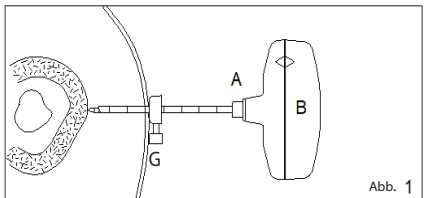

Abb. 1
ABB. 1 Für eine visuelle Hilfestellung richten Sie die Tiefenlehre (G) je nach Tiefe des zu erreichender Knochens an der Schneidekanüle (A) auf die entsprechende Zentimetermarkierung aus und ziehen sie fest. Führen Sie die Schneidekanüle mit angebrachtem Mandrin mit Trokarspitze (A+B) durch Drehen gegen den Uhrzeigersinn so weit ein, bis sie auf die Knochenoberfläche treffen. Hinweis 1: Zum Schutz des Weichgewebes muss während der Einföhrung durch das Weichgewebe eine Drehung gegen den Uhrzeigersinn vorgenommen werden. Hinweis 2: Nach Überprüfen von Position und Winkel können Kanüle und Mandrin (A+B) im Knochen verankert werden, indem sie mit sanftem Druck im Uhrzeigersinn/gegen der Uhrzeigersinn gedreht werden.